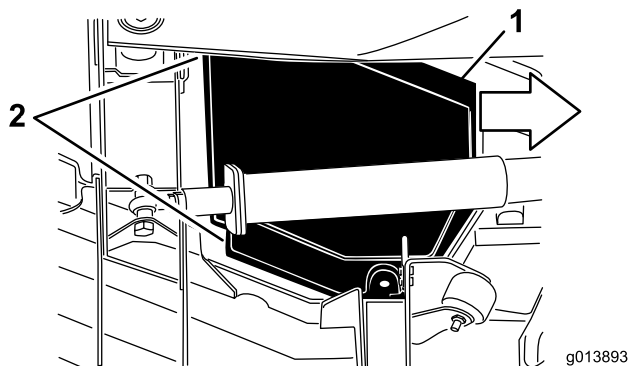

Рисунок 47
5. Подняв крышку, сдвиньте ее к тяговому блоку примерно на 1 дюйм, чтобы отсоединить наружный край крышки от деки (Рисунок 47).